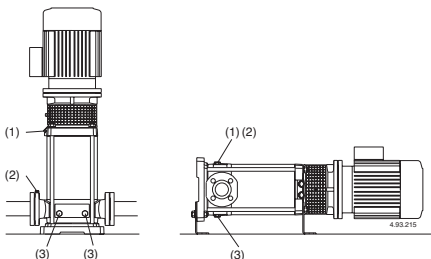

Abb. 4 (1) Auffüllung und Entlüftung:
Bei Installation der Pumpe über dem Wasserspiegel (Saugbetrieb, **Abb. 3A**) oder mit zur Öffnung des Rückschlagventils ungenügender Zulaufhöhe (weniger als 1 m) sind Saugleitung und Pumpe durch den Entlüftungsanschluß (1) zu füllen (**Abb. 4**). Zur Vereinfachung der Auffüllung wird ein Gummirohr (oder ein Rohrkrümmer) und ein Trichter verwendet.
(2) Entlüftung Saugleitung
(3) Entleerung
Wenn der Wasserspiegel auf der Saugseite oberhalb der Pumpe ist (Zulaufbetrieb, Abb. 3B) Absperrschieber in der Zulaufleitung langsam und vollständig öffnen um die Pumpe zu füllen. Dabei Schieber in der Druckleitung und die Entlüftungsöffnungen (1) (2) (Abb. 4) öffnen, damit die Luft entweichen kann.
Entlüftungsöffnungen (1) (2) schließen (Abb. 4). Bei MXV-B, MXV(L) 25-32-40 und MXV(L)4 25-32-40, die Nadelsschraube (14.17) in der Entleerungs-Verschlußschraube (14.12) (Abb. 4b) anziehen und die Entlüftungsbohrung (14.04) schließen.
(2) zu wiederholen, sind die Anschlüsse der Saugleitung auf Dichtheit zu überprüfen und sind der Entlüftungs-(2) und die Entleerungs-Verschlußschrauben (3) auf der Saugseite anzuziehen (Abb. 4).
Die Pumpe sollte wie im Fall von zeitweiser Förderung von verschmutzten Flüssigkeiten im Anschluß kurz mit sauberem Wasser durchgespült werden, um Ablagerungen zu beseitigen. Oder es ist nach der Entleerung eine Wäsche vorzunehmen, indem sauberes Wasser (wenigstens 40 Liter) in die Auffüllöffnung (1) Druckseite gegeben wird und aus der Entleerungsöffnung (3) Saugseite austritt (**Abb. 4**).
Vor Demontage, Stromverbindung trennen, Absperrventile auf der Saug- und druckseite schließen und das Pumpengehäuse entleeren (fig. 4).